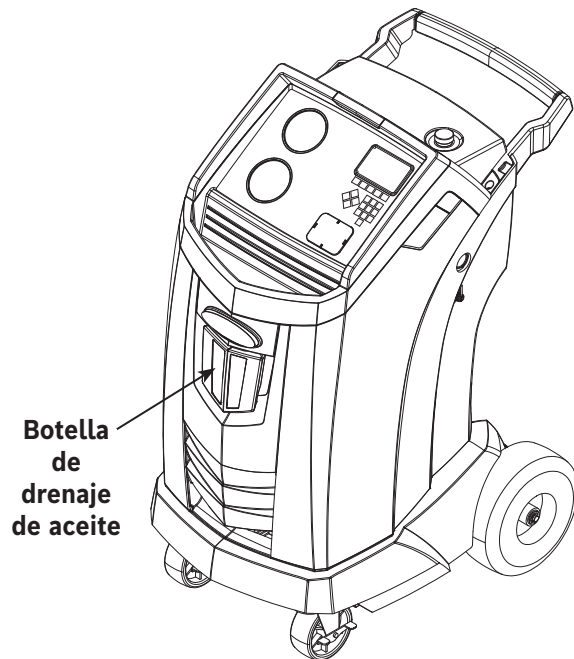

Figura 6
1. Vacíe la botella de drenaje de aceite antes de comenzar una recuperación. Para retirar la botella de drenaje de aceite de la máquina, tire de la botella hacia abajo (no haga movimientos de giro ni de inclinación). Vuelva a instalar la botella de drenaje de aceite. Consulte la Figura 6.